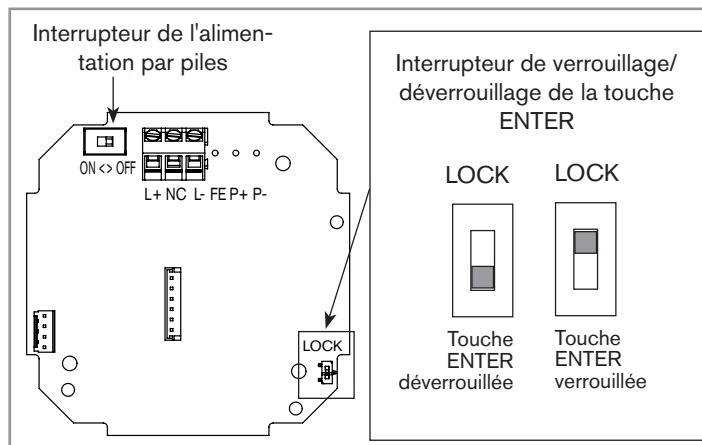

Fig. 9 : Interrupteurs sur la carte électronique
- Vérifier que la touche ENTER est en position déverrouillée. Voir Fig. 9.
- Mettre l'interrupteur de l'alimentation en position ON. Voir Fig. 9.